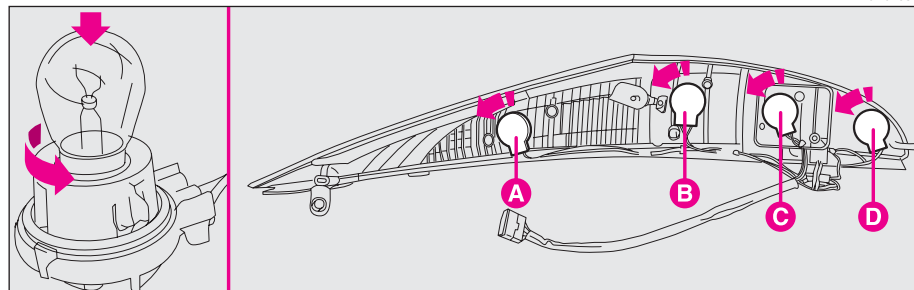

fig. 26
– Enlever les douilles en imprimant une légère rotation dans le sens inverse des aiguilles d'une montre **fig. 26**: